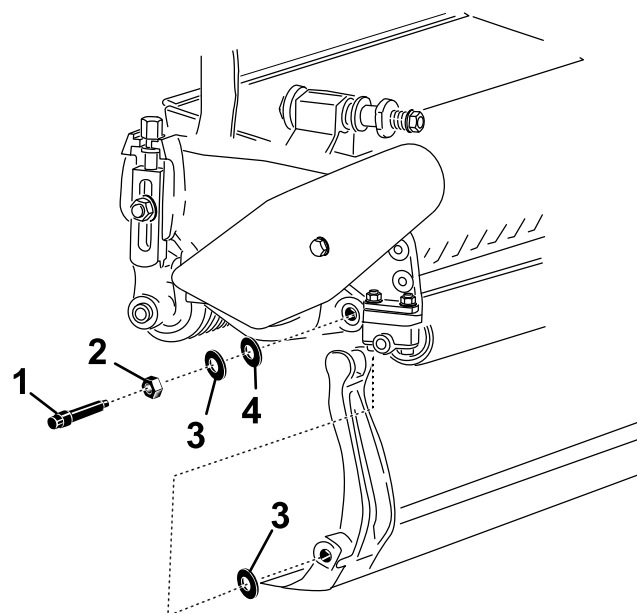

Figure 26
4. Retirez les boulons de la barre d'appui afin de pouvoir abaisser la barre et la déposer du boulon de la machine (Figure 26).
Mettez de côté les 2 rondelles en nylon et les 2 rondelles en acier estampé situées de chaque côté de la barre d'appui (Figure 26).
rondelle en acier à l'extérieur de chaque rondelle en nylon (Figure 26).